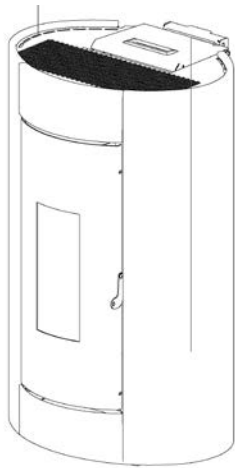

Fig. 59 - Rimozione fianchi
- Sganciare i fianchi dal basso verso l'alto (vedi **Fig. 59**).